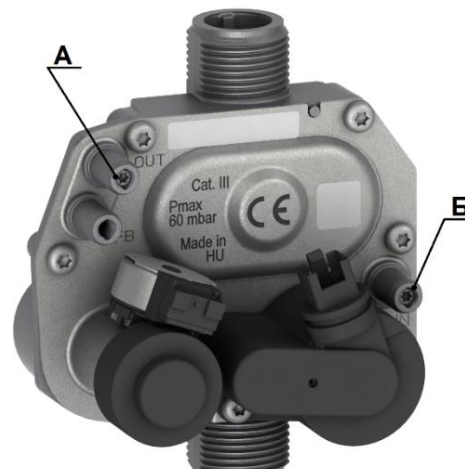

Рис. 9 Регулятор газа
- 1) отвернуть с помощью отвертки Torx T10 (Торкс) заглушку регулятора газа (см. рисунок 9) на 1 – 2 оборота из контрольной точки Б и подсоединить манометр;
- 1) отвернуть с помощью отвертки Torx T10 (Торкс) заглушку регулятора газа (см. рисунок 9) на 1 – 2 оборота из контрольной точки А и подсоединить манометр;